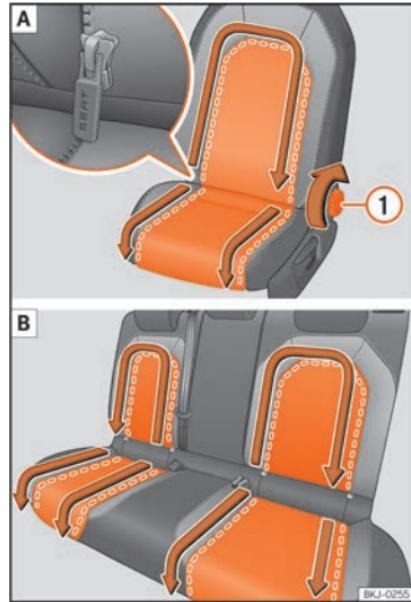

Fig. 113 Desmontar las fundas extraíbles. **A** Asiento delantero izquierdo; **B** Asientos traseros
- Incline el respaldo hacia atrás hasta que el tirador de la cremallera sea totalmente accesible »» **fig. 113 ①**¹⁾.
- Deslice los tiradores de la cremallera en la dirección de las flechas »» **fig. 113**. La funda intercambiable queda libre.
- Deslice los tiradores de la cremallera en dirección contraria a las flechas »» **fig. 113**.